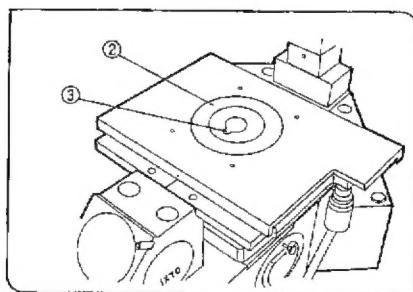

図 13
3) ステージにステージ中座②をはめ込みます。(図13)
◎中座を回転させ、切欠部③が手前にくるようにしておくと、対物レンズ先端部の確認や液浸対物レンズにオイルを塗布するのに便利です。(図13)